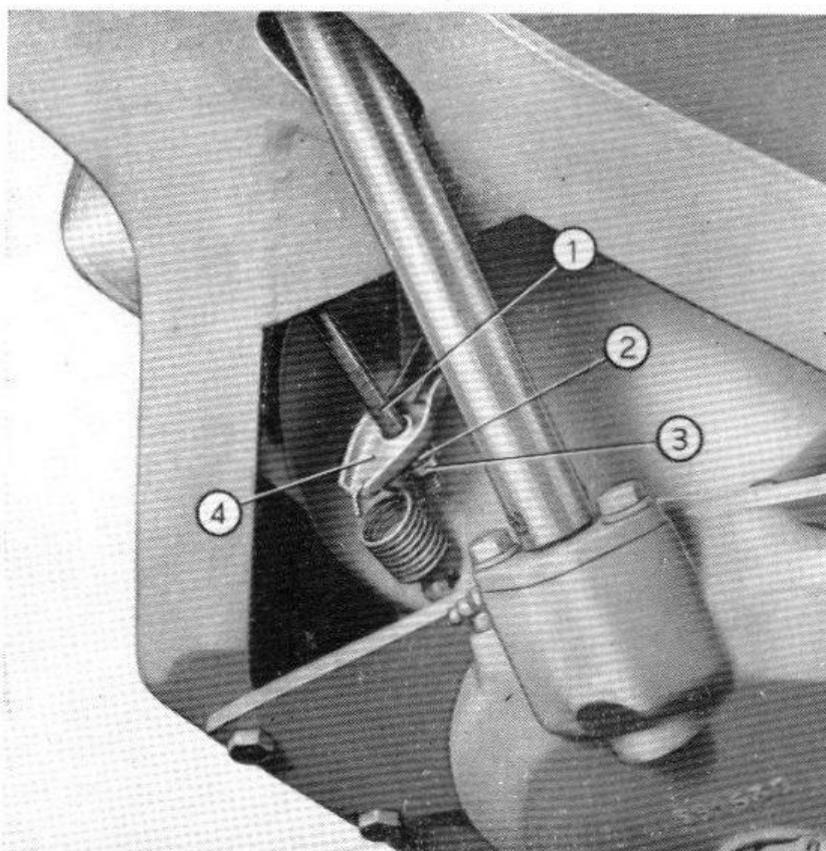

**Fig. 35. — Contrôle de la tension de la courroie de commande du ventilateur et de la dynamo. Rideau de radiateur.**
- Desserrer l'écrou qui retient la dynamo à la glissière supérieure (fig. 35).